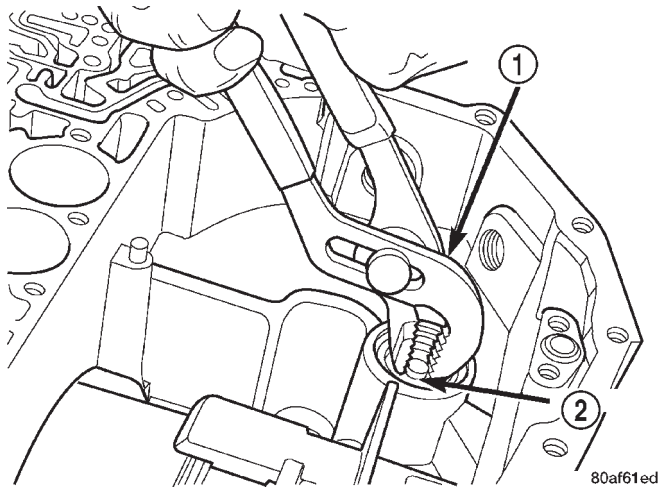

Fig. 19 Desmontaje del tapón del acumulador de baja y marcha atrás (cubierta)
(12) Retire el tapón del acumulador de baja y marcha atrás (Fig. 19).